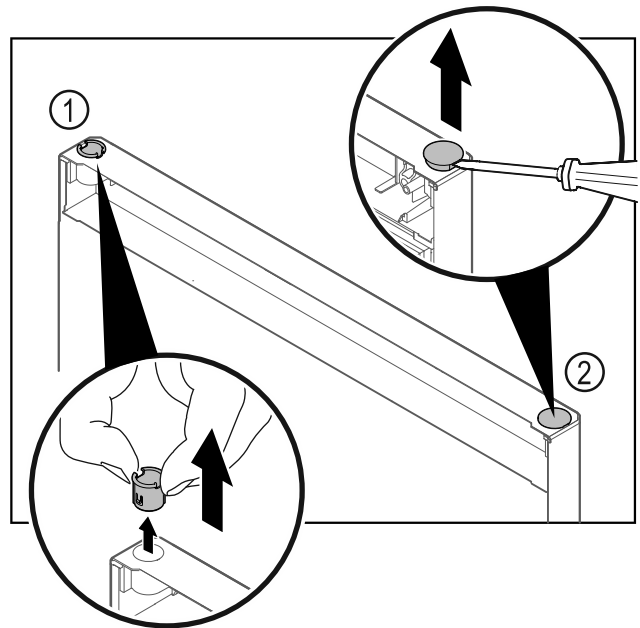

Fig. 34 Dvířka mrazničky
- ▶ Pouzdro závěsu Fig. 34 (1) vytáhněte prsty.
- ▶ Krycí zátku Fig. 34 (2) opatrně nadzvedněte plochým šroubovákem a vytáhněte.